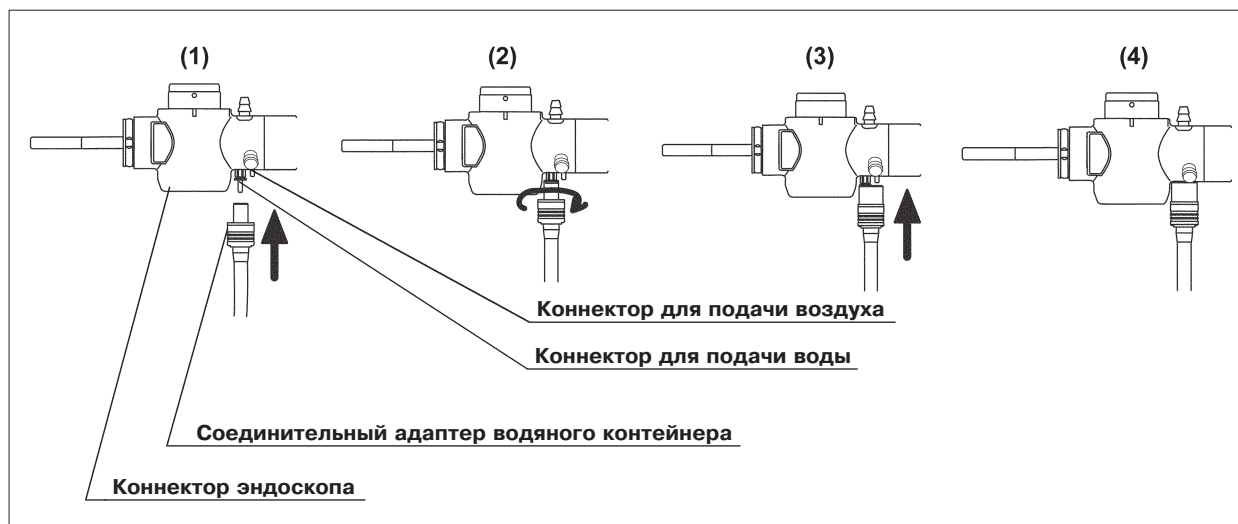

Рис. 3.13
3. Присоедините соединительный адаптер водяного контейнера к входу для подачи воздуха и входу для подачи воды (см. рис. 3.13).